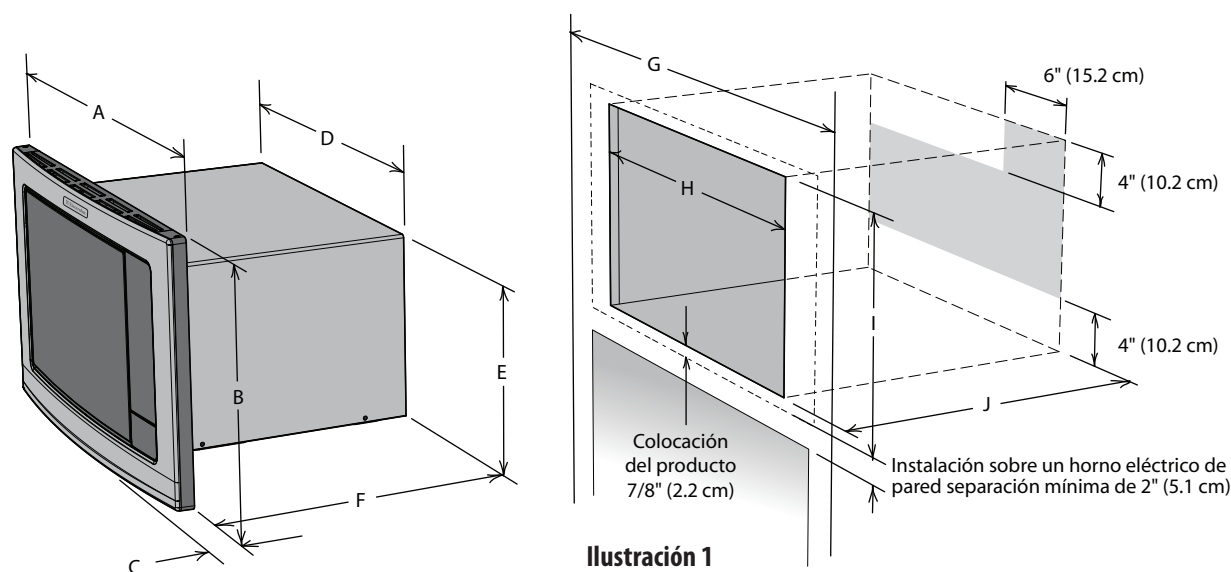

Ilustración 1
- Haga una abertura en la pared o en el gabinete como se indica en la ilustración 1. La profundidad debe ser de un mínimo de 20" (50.8 cm). La superficie de la abertura debe ser construida de madera laminada lo suficientemente resistente para soportar el peso del horno microondas (aproximadamente 100 libras) y debe estar nivelada para obtener un funcionamiento adecuado del horno.
- El tomacorriente NO debe estar en el área sombreada como se indica en la ilustración 1. En la parte posterior de la abertura, debe haber un tomacorriente eléctrico de tres clavijas polarizado de 115-120 volt CA, 15 amperios o mayor.
Consulte la ilustración 1. Todas las dimensiones están en pulgadas (cm).